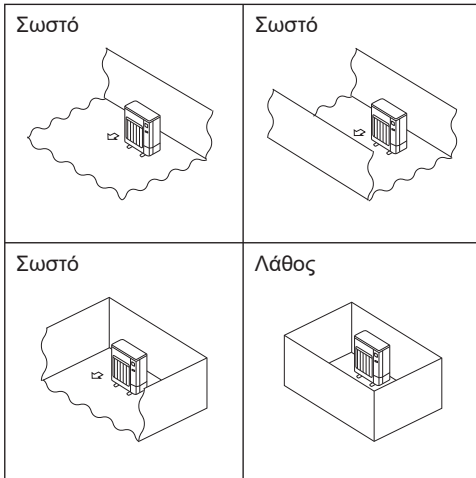

Fig. 2-2
- Εγκαταστήστε τις εξωτερικές μονάδες σε χώρους όπου τουλάχιστον μία από τις τέσσερις πλευρές είναι ανοικτή και σε επαρκώς μεγάλους χώρους χωρίς συμπίετες. (Fig. 2-2)